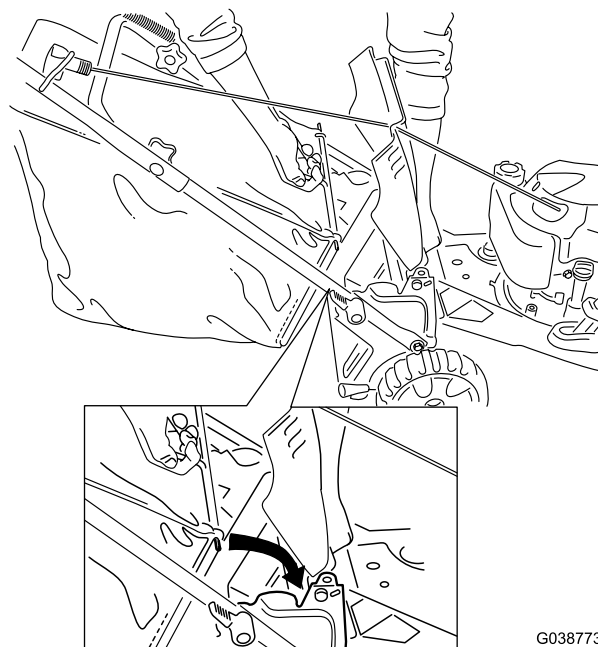

Figura 19
2. Mantenete sollevato il deflettore posteriore, agganciate il cesto di raccolta nelle apposite tacche e abbassate il deflettore posteriore (Figura 19).